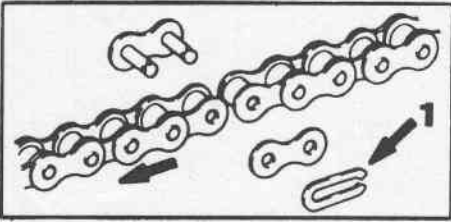

Fig. 20 - Molletta di arresto
- mediante una pinza rimuovere la molletta di arresto (1 fig. 20) e dopo aver tolto la maniglia di giunzione sfilare la catena.